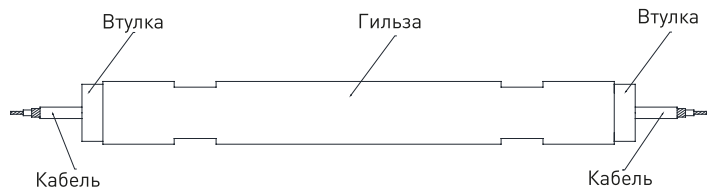

Рис. 16
8.1.6 С помощью линейки отмерить от центра полученного соединения 60 мм (для RGN 01 01) и 70 мм (для RGN-02-01) в каждую сторону и пометить маркером. Надвинуть гильзу на место соединения таким образом, чтобы метки совпали с концами гильзы. Вставить цанги в уплотнения и задвинуть их в гильзу. С помощью рожковых ключей 17/19 попеременно затянуть втулки, проворачивая за один раз по 2-3 витка с каждой стороны, при этом необходимо следить за метками на нагревательном кабеле, для того что бы обеспечить расположение места соединения жил по центру гильзы. Окончательный вид соединителя (см. рисунок 16).